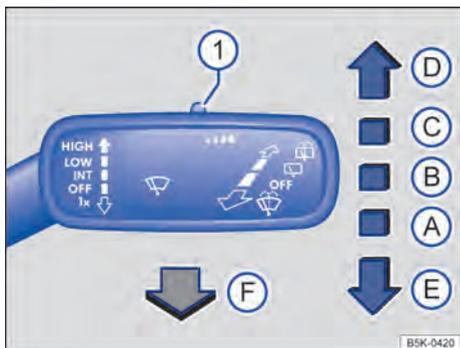

Fig. 83 À direita da coluna de direção: comandar os limpadores do para-brisa.
- Pressionar a alavanca dos limpadores do para-brisa brevemente para baixo \Rightarrow Fig. 83